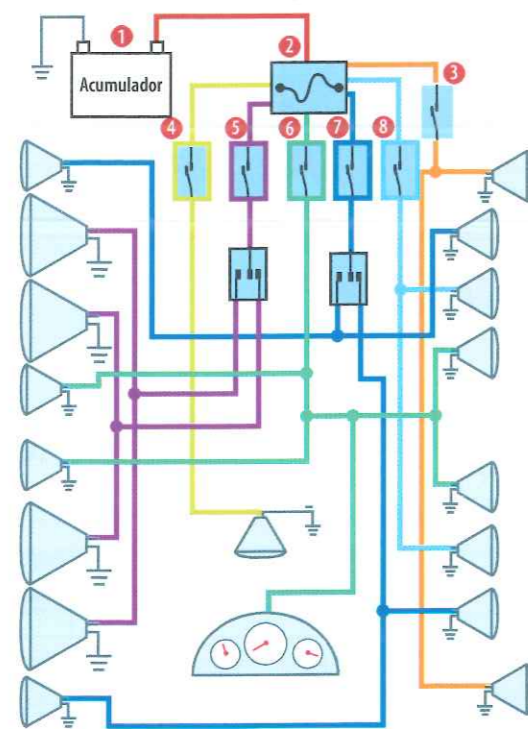

Figura 7.26
Las lámparas de incandescencia y halógenas, las más extendidas actualmente, están formadas por un filamento que se calienta por el paso de la corriente eléctrica emitiendo luz. Disponen de dos contactos, uno de ellos conectado permanentemente al polo negativo de la batería y el otro que controla el encendido de las mismas al conectarles 12 V. En el circuito de la figura 7.26 se ve de forma esquemática que el polo positivo de la batería (cable de color rojo [1]) pasa por fusibles de protección (2) y uno o varios interruptores de control (3, 4, 5, 6, 7 y 8). Los faros y lámparas están diseñados para emitir una cantidad de luz en la dirección adecuada, por lo que los repuestos deben ser del mismo tipo que la lámpara por reemplazar. En el manual del conductor se encuentra el modelo de lámpara adecuada para cada caso y también la potencia eléctrica que consumen.